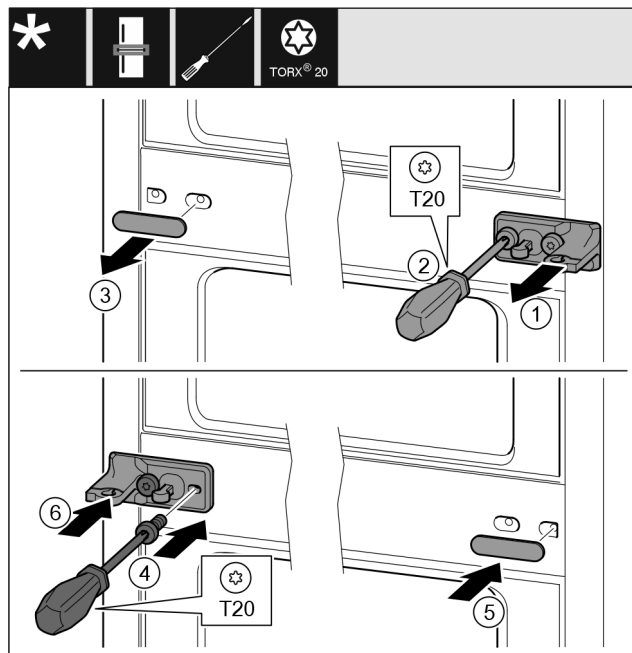

Fig. 11
- ▶ Nutraukite poveržlę. Fig. 11 (1)
- ▶ Išsukite varžtus atsuktuvu T20. Fig. 11 (2)
- ▶ Atsargiai nutraukite dengiamąją plokštelę. Fig. 11 (3)
- ▶ Vidurinę atraminę gembę su plėvele, pasukę 180°, tvirtai prisukite kitoje pusėje. Fig. 11 (4)
- ▶ Vidurinę atraminę gembę, pasukę 180°, pritvirtinkite kitoje pusėje. Fig. 11 (5)
- ▶ Užmaukite plokštelę iš priekio. Fig. 11 (6)